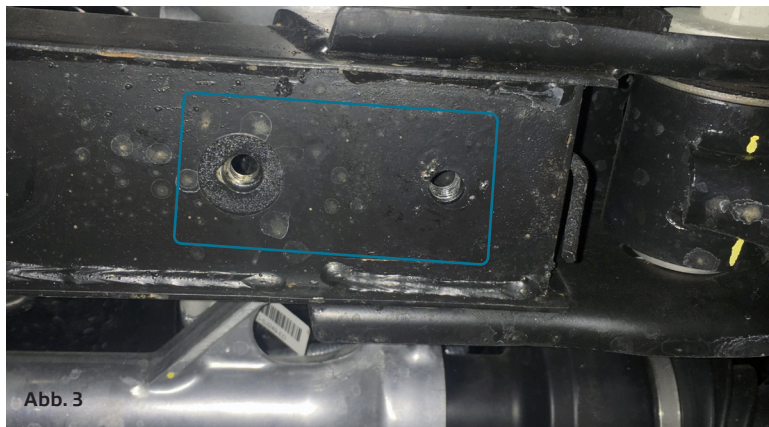

Abb. 3
- 2** Den angeschweißten Draht an der Schraubenplatte zurechtbiegen Abb.2 und im Rahmen einsetzen Abb.3. Achte darauf, dass der Draht keine beweglichen Teile des Fahrzeuges berührt.
Bend the welded wire on the boltplate Abb.2 and insert it in the frame Abb.3. Make sure the wire does not touch any moving parts from the vehicle.